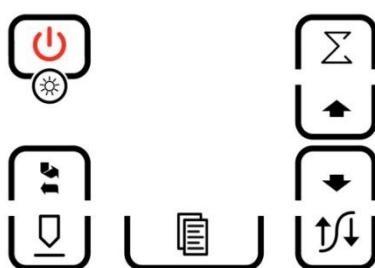

Рисунок 1 - Клавиатура управления толщинометром
- клавиатура управления толщинометром (см. рисунок 1).